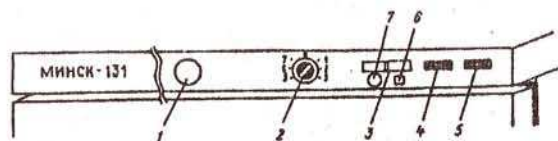

Рис.6. Схема расположения приборов блока управления и наблюдения:
6.7. С помощью терморегулятора 2 (рис.6) можно дополнительно отрегулировать температуру в морозильнике. Поворотом ручки терморегулятора по часовой стрелке достигается понижение температуры в камере, против часовой - повышение. Повернуть ручку терморегулятора можно монеткой или отвёрткой, вставив их в паз ручки терморегулятора.